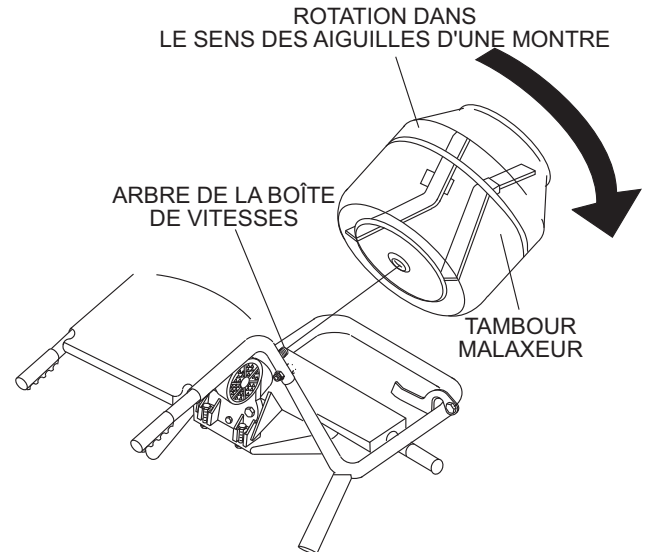

Figure 8. Positionnement du tambour du mélangeur
3. Ajustez le tambour du mélangeur sur l'arbre de la boîte de vitesses tel qu'indiqué à la Figure 8. Tournez le tambour dans le sens des aiguilles d'une montre et assurez-vous que le tambour arrive à l'épaulement de l'arbre de la boîte de vitesses.